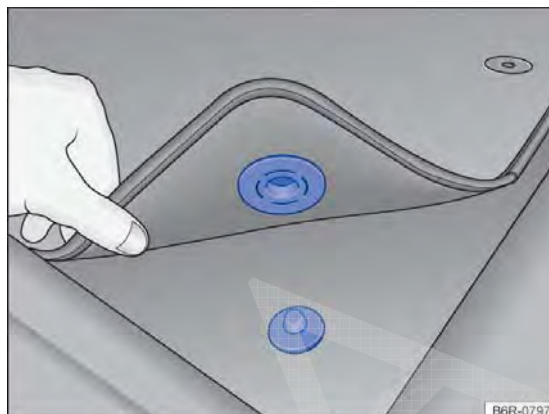

Fig. 16 Tapete dianteiro do lado do condutor com fixação no pino do carpete.
- ✓ Acomodar bem o tapete na área para os pés do lado do condutor de modo que ele não obstrua a área dos pedais. Dependendo da versão do veículo, o tapete dianteiro do lado do condutor pode ter fixação no pino do carpete → Fig. 16.